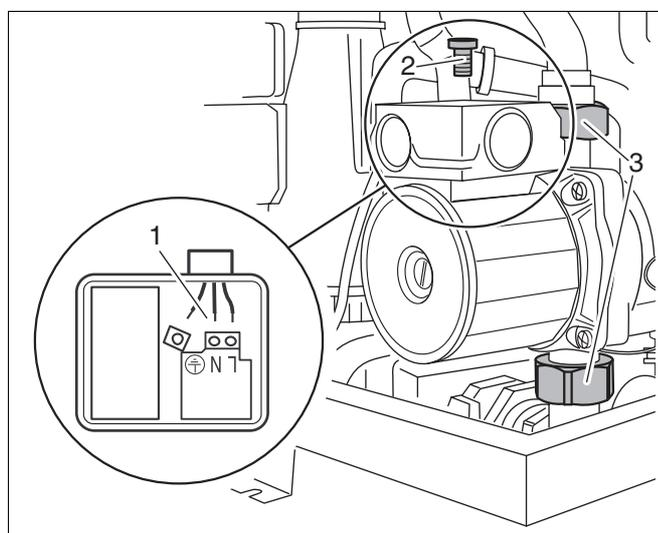

Fig. 63 Logamax plus GB122-11/19/24/24K:
- Allentare la vite nella cassetta terminale (fig. 63, pos. 2) della pompa di circolazione e aprire la cassetta terminale.
- Annotare la disposizione dei cavi, staccare i cavi (fig. 63, pos. 1).
- Allentare i collegamenti a vite della pompa di circolazione (fig. 63, pos. 3) ed estrarre la pompa.